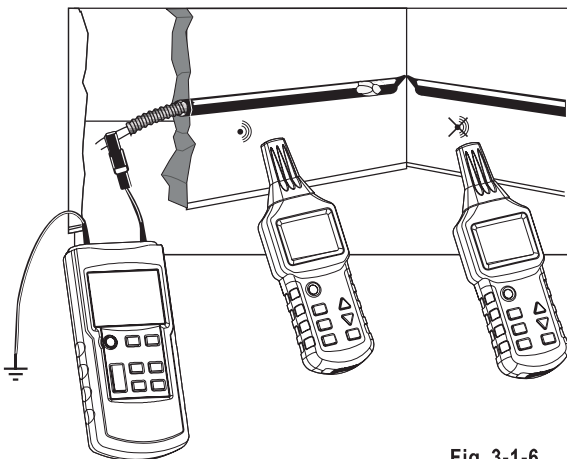

Fig. 3-1-6
- Sändaren är ansluten till ett spiralformigt metallrör (metallrör eller flexibel ledning) och en extra jordledning, som visas i Fig. 3-1-6;